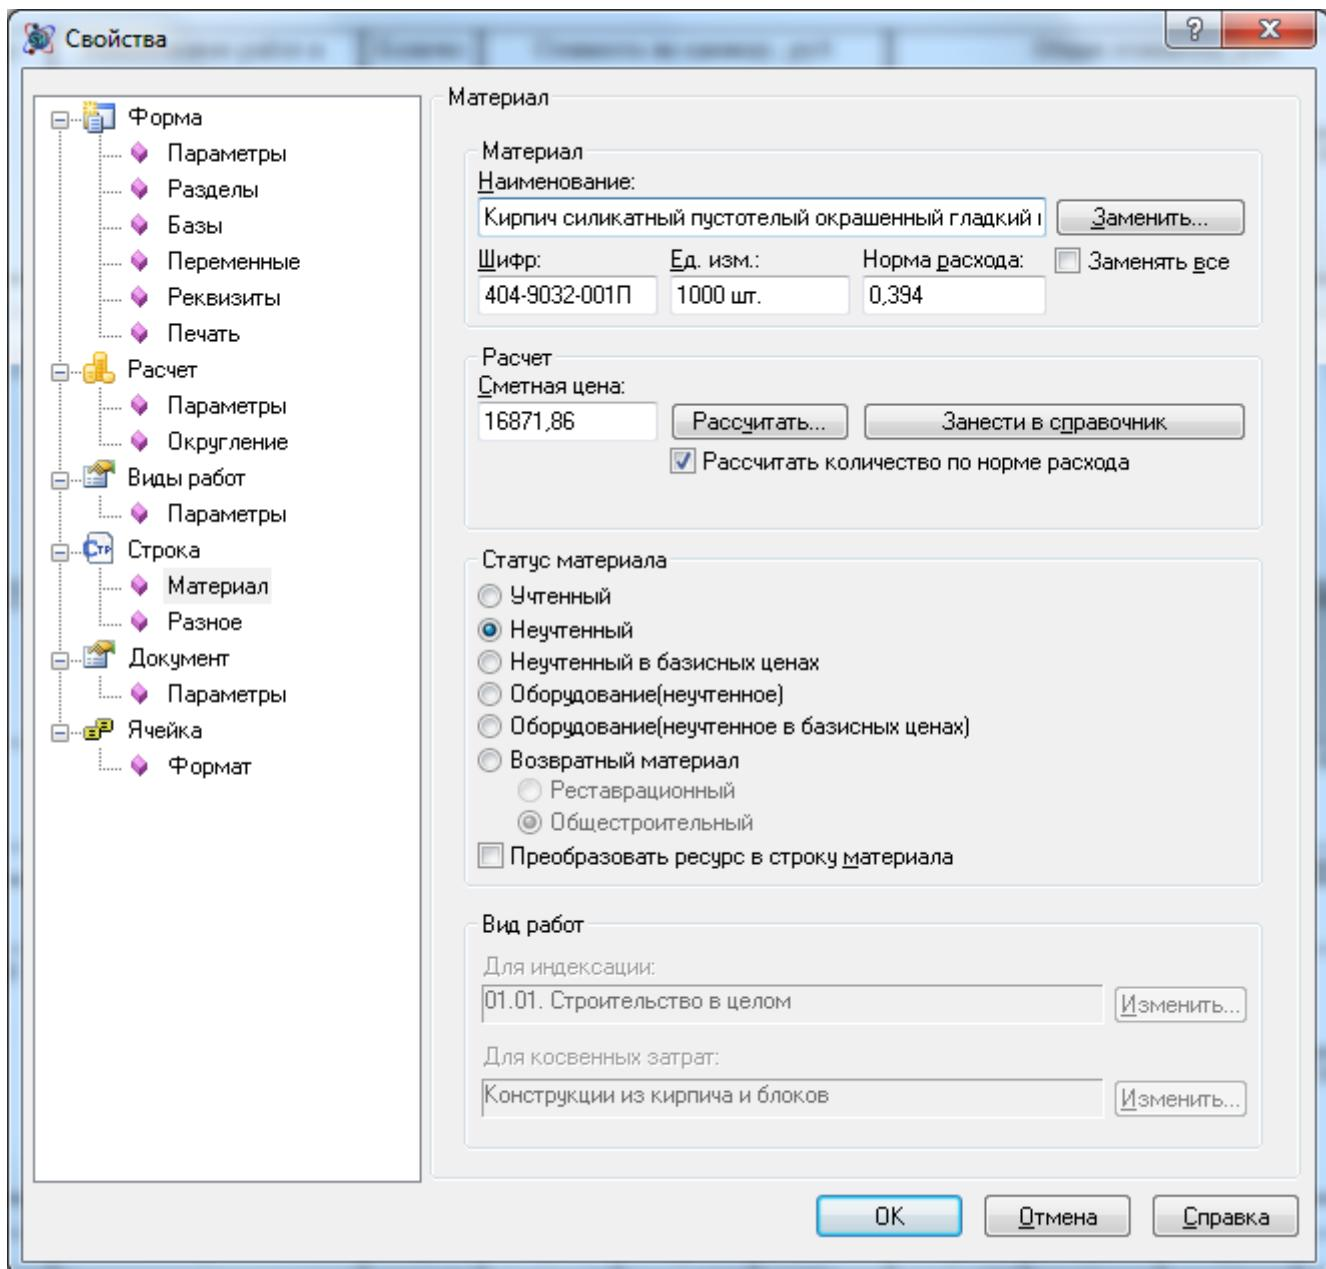

Рис. 4.30 Диалоговое окно Свойства, раздел Страна/Материал
Параметры материала могут быть изменены непосредственно в строке таблицы затрат, а также в разделе Стока/Материал диалогового окна *Свойства* (рис. 4.30).
- в раздел Стока/Материал диалогового окна *Свойства*, вызванного для строки «Ресурс» или «Возврат материала» (рис. 4.30).